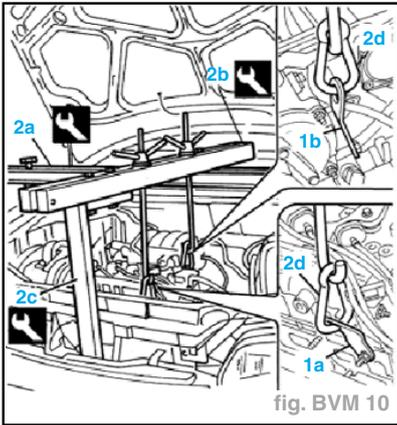

fig. BVM 10
- Placer un étrier générique côtés AV (1a) et AR (1b) du moteur (fig. BVM 10).